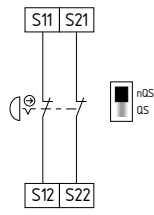

Fig. 9
**Circuito de Paro de Emergencia de dos canales con pulsadores según EN ISO 13850 y EN 60947-5-5 (véase fig. 9)**